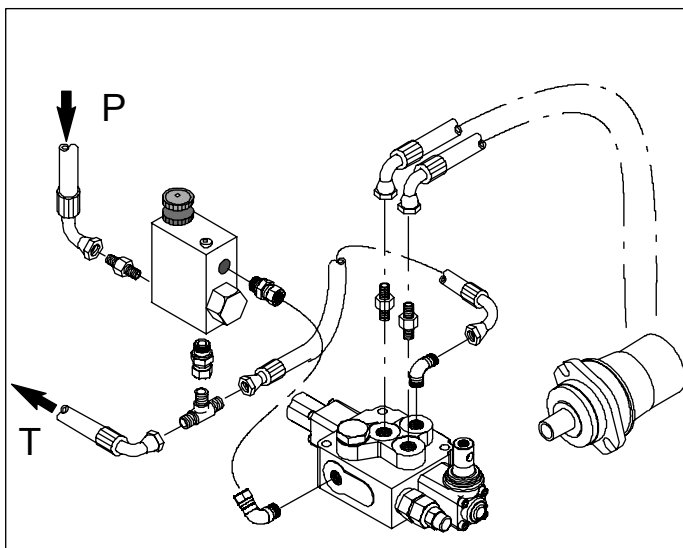

Fig 4b. Hydraulikktilkobling
5. Koblereturslangentil hydraulikkventil med fri retur eller direkte til oljetanken. Det anbefales å montere et oljefilter på returslangen. Se fig 4b.